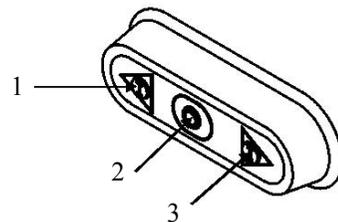

ABB. Nr.8 - Steuerapparat
- Das Fleisch auf dem Trichter stellen (8), danach die Maschine durch den Steuerknopf "I" (punkt. 2 - ABB. Nr.8) in betrieb setzen;
- Der Stoßel aufheben (7) und das Produkt in der Pinole hineinstecken; den Stoßel benutzen, nur um die Einfügung des Fleisches in dem Fleischwolf zu helfen;
- An der Ende der Schnittbearbeitung die Maschine durch den Schaltknopf "0" ausschalten (siehe ABB. Nr. 8), dann, die Fleischwolfeintritt abmondieren und alle Teile reinigen (siehe ABB. Nr. 1).
- Im Fall Klemmen oder Problemen von Vermahlung die Maschine ausschalten und auf die Umkehrsteuerung "I" in Zeitabstände drücken (Punkt. 1 - ABB. Nr. 8); dann die Maschine wiederanschalten durch den Schaltknopf Start "I" (Punkt 2 - ABB. Nr. 8).
- Der Reibhebel aufheben (15) und das Produkt in der Reibeiseneintritt stellen während es mit dem Reibhebel blockiert wird. Die Menge Produkts in der Reiböffnung muß nicht die Sperrung des Hebels verhindern;
- Machen sich sicher, daß die Unterlegschale (12) richtig gestellt ist (das heißt, bis an dem Maschinehauptteil zu stoßen), so daß das Mikro reagiert und das Inbetriebsetzung der Maschine erlaubt.
- Die Maschine durch dem Steuerknopf "I" (punkt 2 - ABB. Nr. 8) in Betrieb setzen;
- An der Ende der Bearbeitung die Maschine durch der Steuerknopf "0" ausschalten (siehe ABB. Nr. 8), dann die Reiböffnung abmondieren und alle Teile reinigen (siehe Paragraph 6.2).
- Im Fall Klemmen oder Sperre der Walze die Maschine ausschalten und auf die Umkehrsteuerung "I" in Zeitadständen drücken (Punkt. 1 - ABB. Nr. 8); dann die Maschine wiederanschalten durch den Schaltknopf Start "I" (Punkt 2 - ABB. Nr. 8).
- 1 Die Maschine durch den Schaltknopf "I" (Punkt 2 - ABB. Nr. 8) in Betrieb setzen und dann sie durch den Schaltknopf "0" (Punkt 3 - ABB. Nr.8) stoppen;
Die Maschine ist mit einem der Leistungsaufnahme angemessenen Speisekabel (Durchmesser $5 \times 1,5 \text{ mm}^2$), Länge 1,5 m. Die Maschine 400 Volt 50 Hz durch einen (CEI) Stecker (roten) dreiphasig schalten, und ein 10A, $\Delta I = 0,03\text{A}$ differential-thermomagnetischer Schalter dazwischenlegen. Dann, machen sich sicher, daß die Erdanlage gut arbeitet. Bevor die Maschine dem dreiphasischen Stromnetz zu schalten, die Drehrichtung des Trichters und der Reibwalze durch den Schaltknopf "I" prüfen (Punkt 2 -ABB. Nr. 8). Dann die Maschine durch den Schaltknopf "O" anhalten.